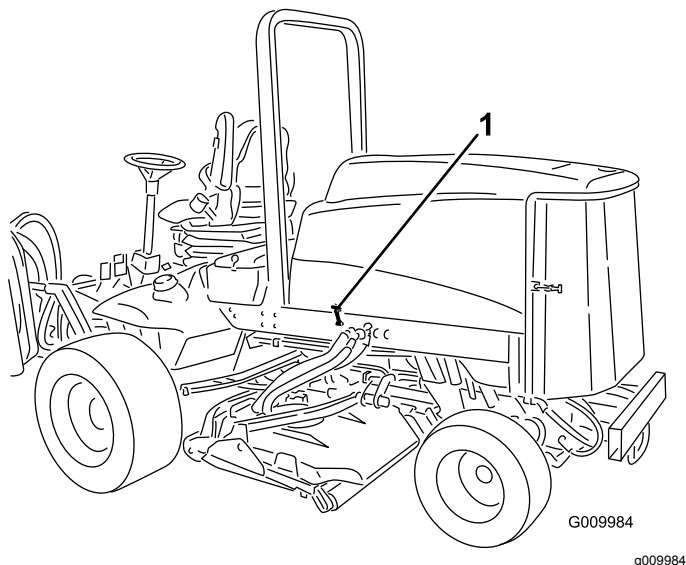

Bild 42
1. Lösen Sie die Motorhaubenriegel (Bild 42) und schwenken die Haube nach oben.